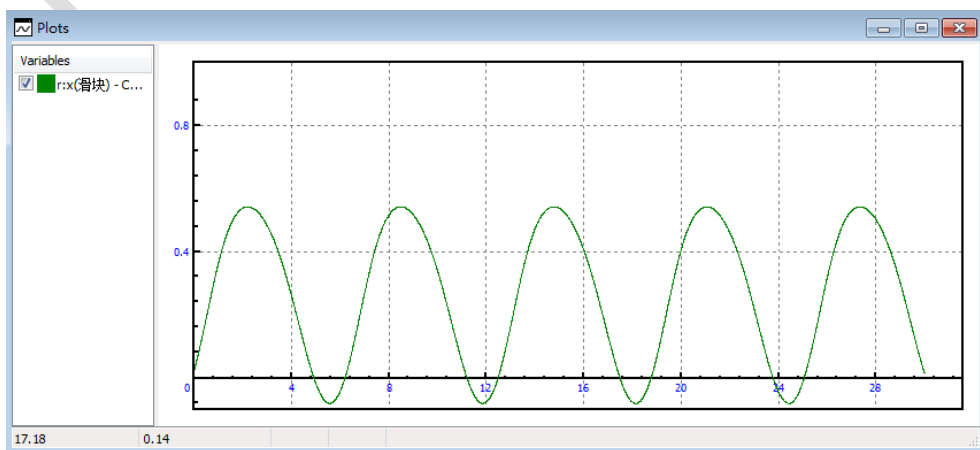

图 2-70
- 14) 点击按钮 **Integration**，再次进行仿真计算，绘图窗口显示结果如图 2-70。